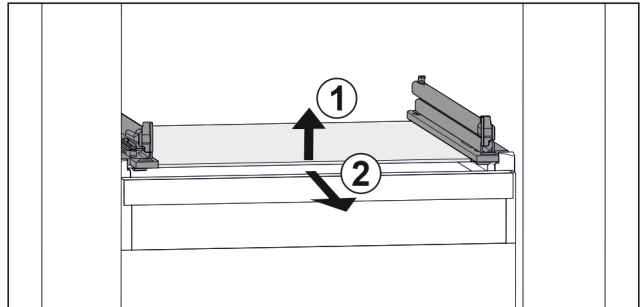

Fig. 97 Exemple de représentation de la tablette en verre
- ▶ Soulever la tablette en verre par l'avant. Fig. 97 (1)
- ▶ Retirer la tablette en verre par l'avant. Fig. 97 (2)